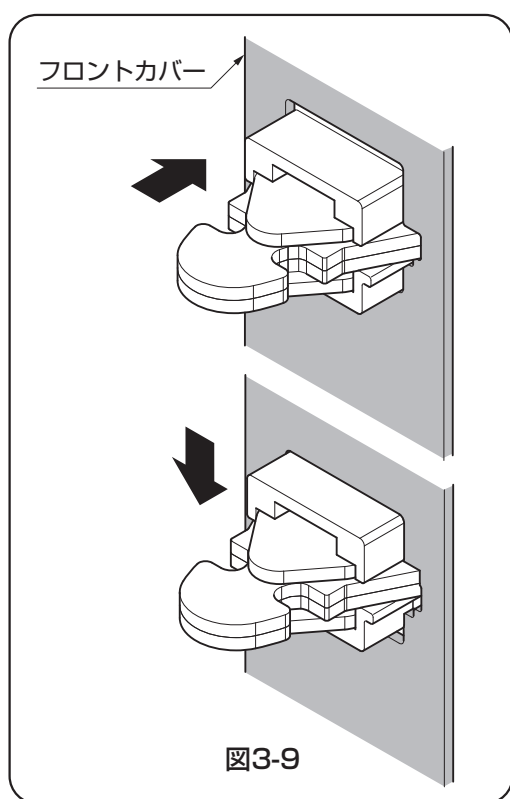

図3-9
- フロントカバーは鎌錠を差し込んだあと、下方向にずらしてからネジ固定をしてください。（図3-9参照）